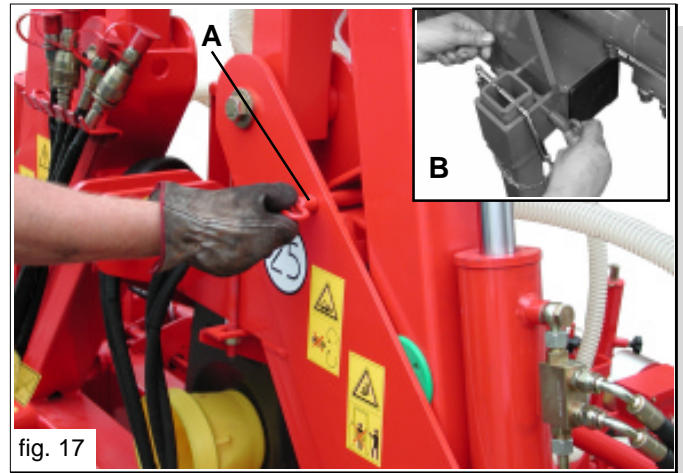

fig. 17
- 4) Die Sicherheitsstifte des Rahmens lösen (A Abb. 17) und in ihren speziellen Sitz legen (B Abb. 17).
- 8) Die Sicherheitsstifte des Rahmens in ihren speziellen Sitz einsetzen (A Abb. 17).